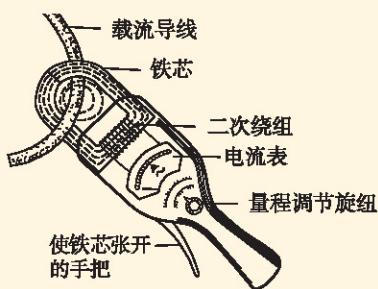

图 2-6-7 钳形电流表
- 钳形电流表是一种测量交流电流的仪表, 其结构和外形如图 2-6-7 所示, 试说明其测量交流电流大小的原理.